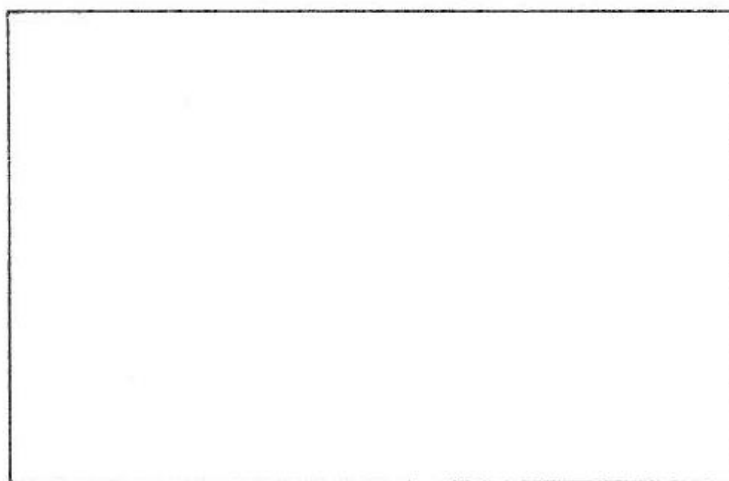

Fig. 7: Novo Circuito
18. Calcule o seu valor e esboce o novo circuito na Fig. 7.